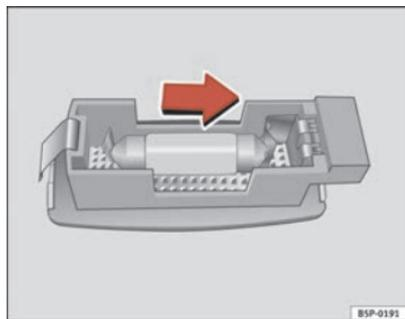

Fig. 181 Desmontaje luz del parasol
- Retire la luz con cuidado, utilizando el destornillador por su parte plana, tal como indica la figura ⇒ fig. 181.
- Retire la lámpara, moviéndola en el sentido de la flecha y hacia afuera ⇒ fig. 181.